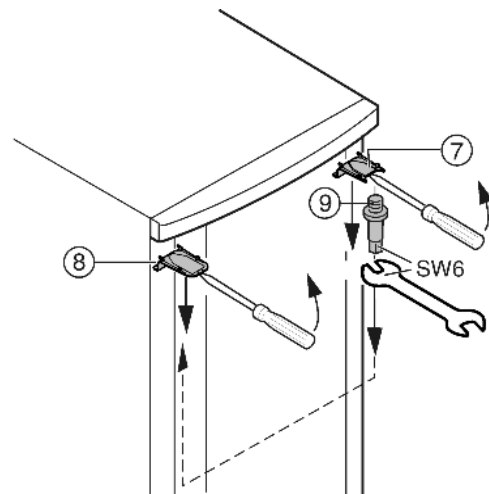

Fig. 8
- ▶ Z ustreznim izvijačem iztaknite zgornji pokrov Fig. 8 (7) in pokrov Fig. 8 (8), ter ju odstranite poševno navzdol.
- ▶ Odvijte ležajni sornik Fig. 8 (9) in ga privijte na nasprotni strani aparata (s 4 Nm).
- ▶ Pokrov Fig. 8 (7) montirajte na stran z ležajnim sornikom: namestite ga na zadnji strani in nato zaskočite na sprednji strani.
- ▶ Pokrov Fig. 8 (8) montirajte na nasprotno stran: namestite ga na zadnji strani in nato zaskočite na sprednji strani.
- ▶ Vrata zgoraj obesite na ležajni sornik Fig. 8 (9).